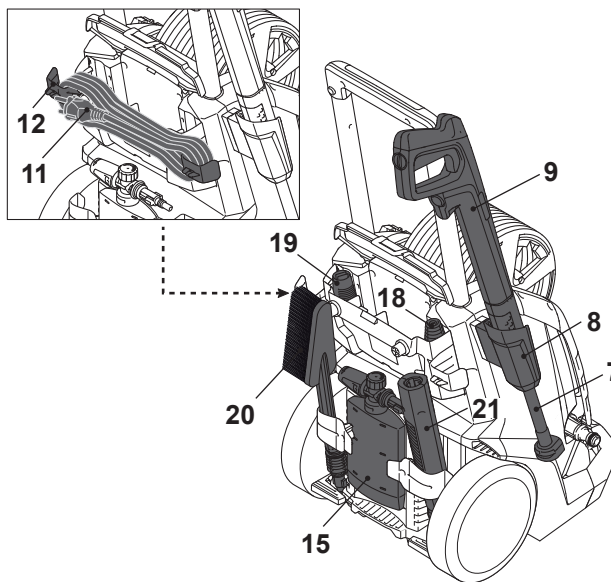

Fig. 16
Folosiți suportul cablului de alimentare (12) pentru a depozita cablul de alimentare (11) (Fig. 16).
Utilizați suportul superior al pistolului de pulverizare (8) pentru a depozita pistolul de pulverizare (9) și lanca de extindere (7) (Fig. 16).
Accesorii (rezervorul de soluție (15), duzele (18,19), lanca de extensie scurtă (21), peria pentru jante (20) pot fi depozitate în spatele produsului. (Fig. 16).